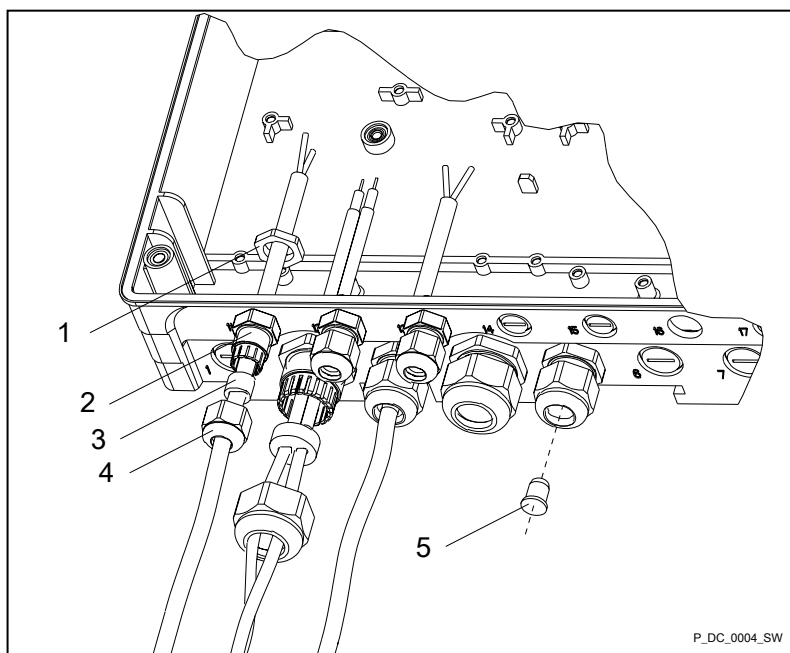

Abb. 15: Verschraubung montieren
6. ➔ Die entsprechenden Verschraubungen (↗ *weitere Informationen auf Seite 27, 2*) mit den passenden Befestigungsmuttern (1) festschrauben und fest anziehen.
7. ➔ Die Mehrfachdichteinsätze (3) je nach verwendetem Kabelquerschnitt in die Verschraubungen einsetzen.
8. ➔ Die Kabel in die Verschraubungen einführen. Bei Mehrfachdichteinsätzen - siehe Abb. 15 - den erlaubten Kabelquerschnitt beachten - siehe "Tabelle Klemmbereiche" im Kapitel "Klemmenanschlüsse".